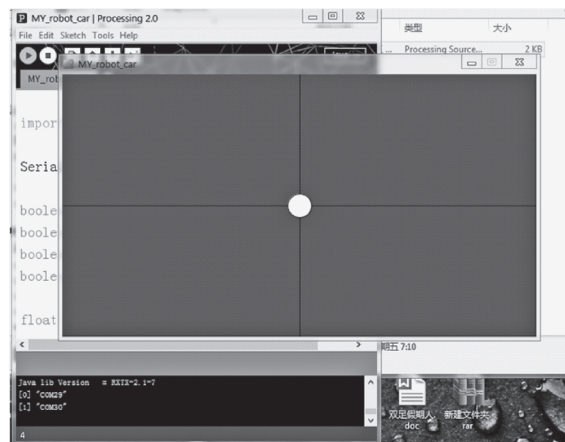

图 10.29 控制图
(4) 在计算机上再次打开Processing之前编辑的文件, 同时将Arduino烧写进入编写好的文件, 此时就可以控制小车了, 控制图如图10.29所示。